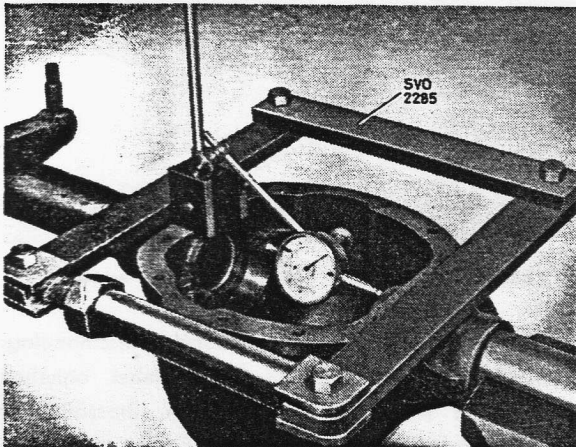

Bild 5-39. Spinnen des Achsgetriebegehäuses
11. Spannrahmen SVO 2285 und Messuhr am Hinterachsgehäuse befestigen, siehe Bild 5-39. Spannmutter soweit anziehen, dass das Hinterachsgehäuse nicht mehr als 0,3 mm gespannt ist. Messuhr entfernen. Ausgleichgetriebe und Lager einsetzen und Spannrahmen entfernen.